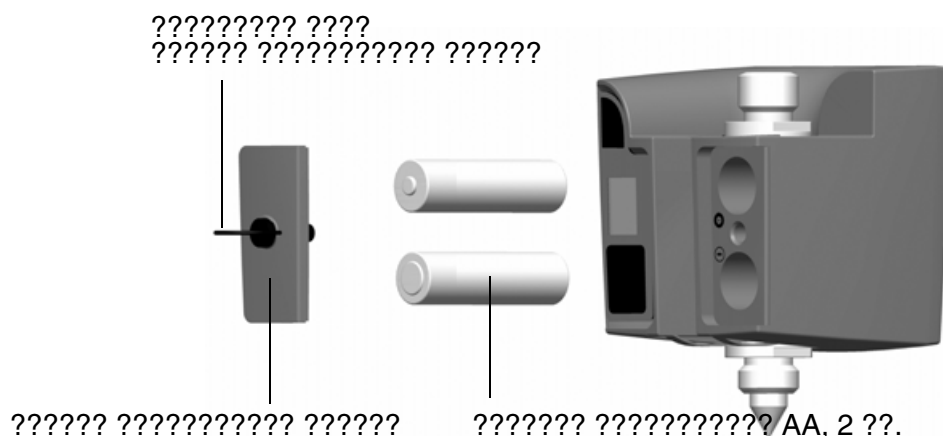

Рисунок 6.7. Замена батарей идентификатора отражателя
4. Установите на место и зафиксируйте крышку батарейного отсека, повернув крепежный винт на четверть оборота по часовой стрелке. См. рис. 6.7